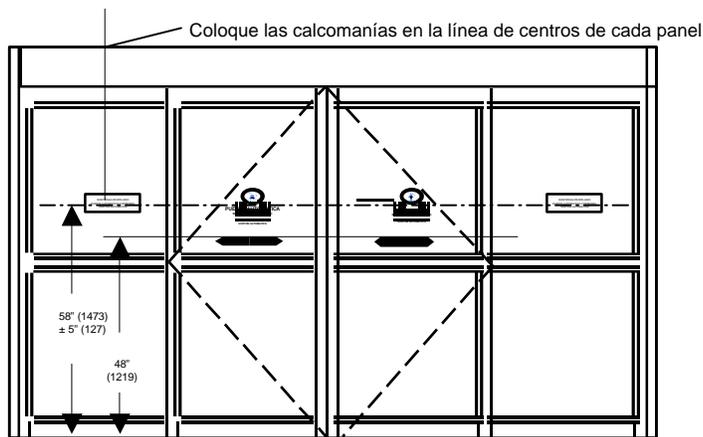

Figura 10
1. Calcomanías. La puerta debe tener calcomanías mostradas apropiadamente. Cada hoja debe tener una calcomanía que incluya las leyendas: "PUERTA AUTOMATICA" (en letras de ½" (12) de altura, mínimo) y "EN EMERGENCIA – SOLO EMPUJE". (Vea las Figuras de la 5 a la 9 para ejemplos de algunas calcomanías que pueden ser usadas, Vea la Figura 10 para la localización).